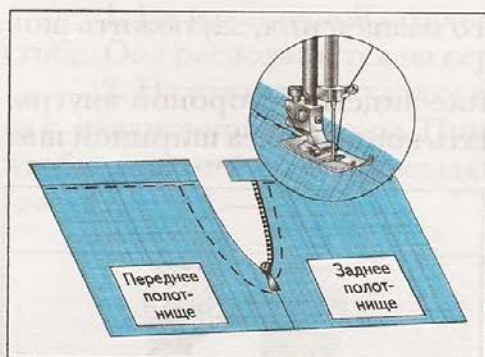

Рис. 50.
7. Проложить машинную строчку с лицевой стороны изделия в шов притачивания пояса (рис. 50).